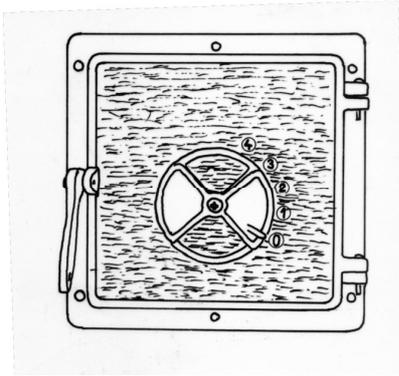

fig. 3
- ouvrir la prise d'air primaire (voir fig. 3+4).